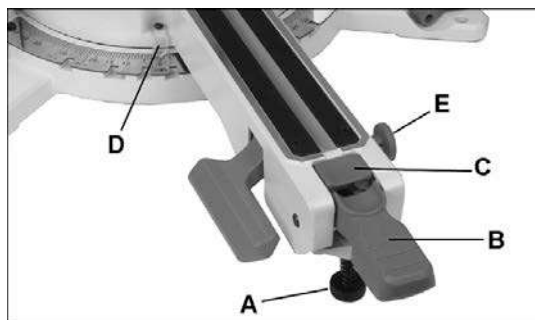

Рис. 6-1: установка угла поворота стола
Зафиксируйте стол в выбранном положении, опустив ручку (В, Рис. 6-1).
Опорные ножки (А, Рис. 6-1) можно закрутить или выкрутить, чтобы отрегулировать их высоту. Они предназначены для поддержки стола станка, когда ручка фиксации опущена вниз или когда пильная головка выдвинута вперед. Ножки следует отрегулировать так, чтобы они опирались на поверхность верстака или рабочего стола.
1. Поднимите ручку фиксации (В, Рис. 6-1), чтобы разблокировать стол.
2. Нажмите и удерживайте кнопку разблокировки (С) и, взявшись за ручку фиксации, поверните стол так, чтобы указатель (D) располагался напротив нужной отметки угла.
2. Если указатель (D, Рис. 6-1) не располагается напротив нулевой отметки шкалы, ослабьте винт и установите указатель в нужное положение. Снова затяните винт.